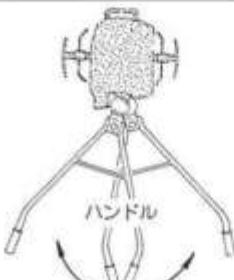

図15
- ③ 坂道や凸凹カーブの多い道路では高速運転をしないでください。
2) 旋回のしかた(図15)
- ① 旋回または進路変更をするときはハンドルを振っておこないます。